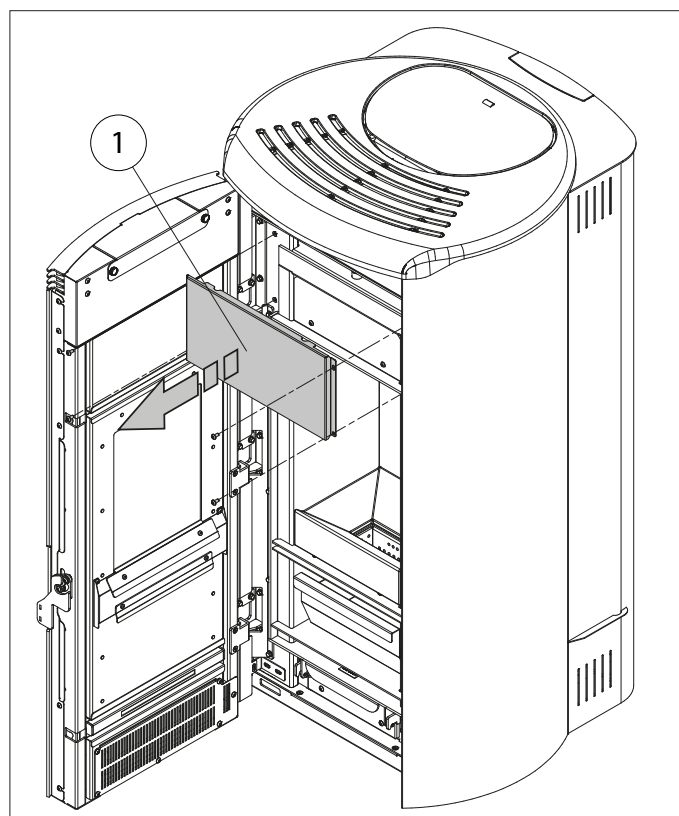

Fig. 6.3a
- Abrir la puerta, desatornillar los tornillos de fijación del frontal (1) y removerlo (Fig. 6.3a), para acceder a la válvula de ventilación.